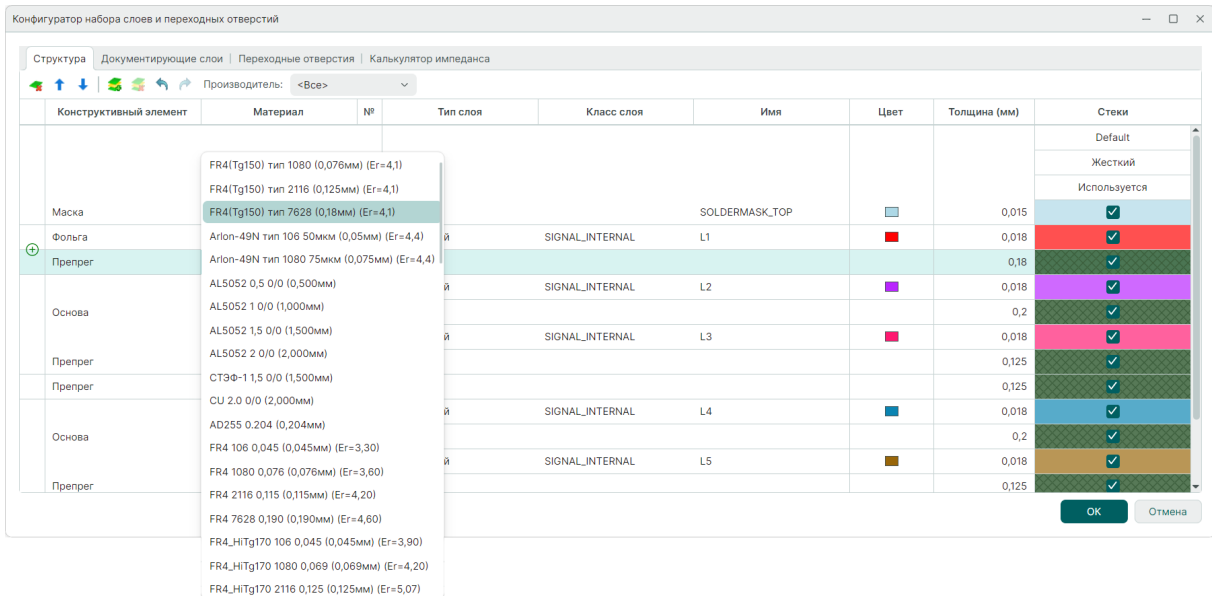

Рис. 49 Изменение материала в структуре платы
7. Перейдите во вкладку «Структура» и выберите существующий материал с подходящими параметрами для обеспечения заданного волнового сопротивления и геометрических параметров проводников или измените стек печатной платы, см. Рис. 49. Подробнее смотри раздел Формирование структуры слоев платы.